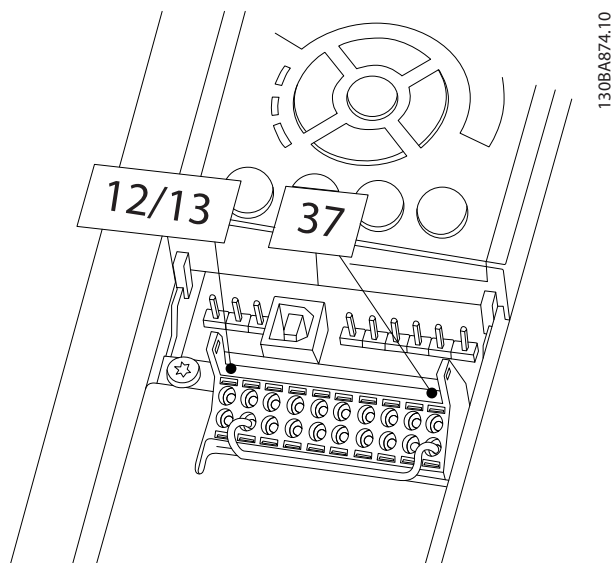

图 2.1 端子 12/13 (24 V) 与 37 之间的跳线
1. 取下端子 37 与 12 或 13 之间的跳线。仅断开该跳线还不足以避免短路。(请参阅图 2.1 中的跳线。)